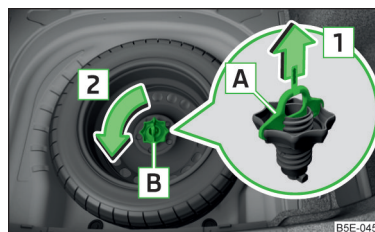

Fig. 328
La roue de secours se trouve dans une auge sous le revêtement du plancher du coffre à bagages et elle est fixée par un écrou spécial **B** » fig. 328.
- › Appuyez sur la poignée de déverrouillage **A** dans le sens de la flèche **1** » fig. 328.
- › Visser l'écrou **B** dans le sens opposé de la flèche **2** » fig. 328.